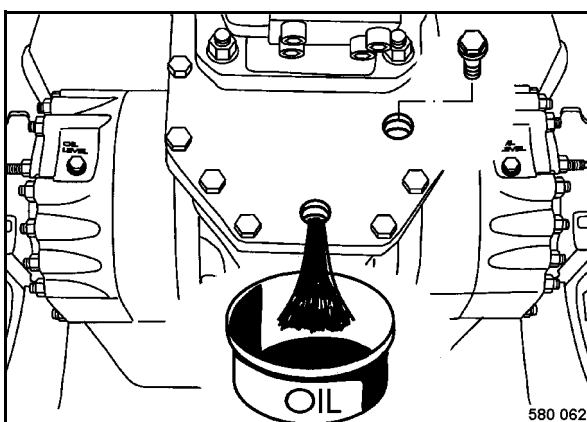

Fig. 198
- Desenroscar el tapón de llenado (Fig. 198).